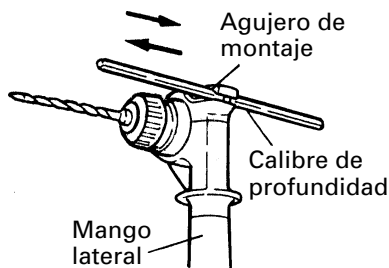

Fig. 16
**6. Modo de usar el tope (Fig. 16)**